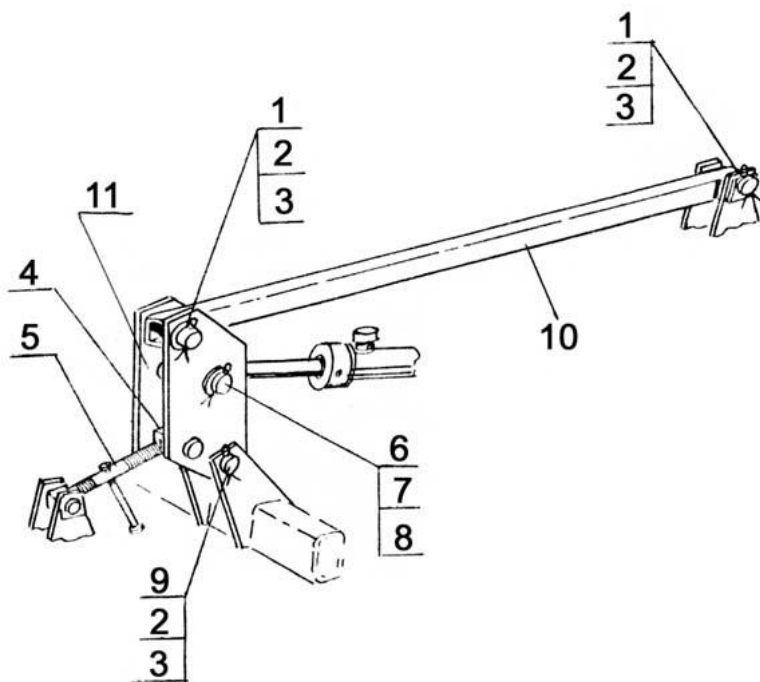

Рис. 2 МЕХАНИЗМ ВЫРАВНИВАНИЯ РАМЫ БОРОНЫ
4.4 Механизм выравнивания рамы бороны (рис.2) позволяет производить регулировку заглубления батарей (задних относительно передних), а также при транспортных переездах распределяет равномерно клиренс между передними и задними батареями.